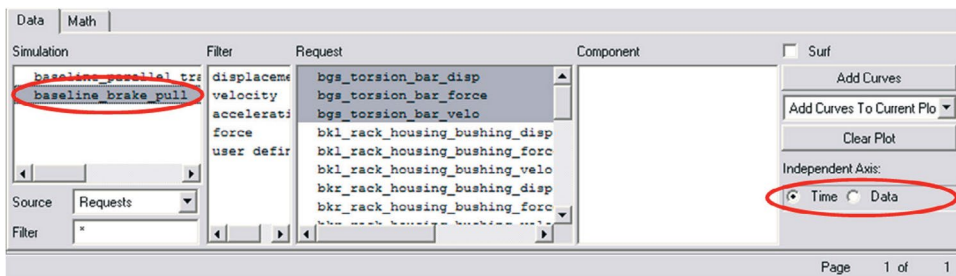

Figura 4.169 – Selecionando a simulação e definindo o eixo horizontal.
- Selecione a simulação de interesse no campo *Simulation* (neste caso, *brake_pull*), conforme ilustra a Figura 4.169.
- No campo *Independent Axis*, selecione a opção *Data* (Figura 4.169).